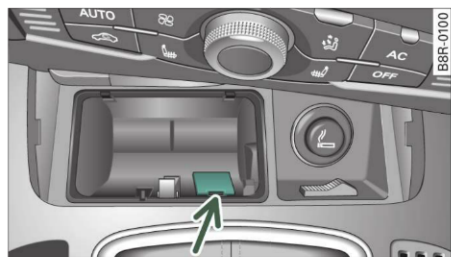

Fig. 147 Deblocarea de urgență a selectorului de viteze
- Apăsați cu o șurubelniță sau cu un alt obiect asemănător bolțul în jos și mențineți-l apăsat ⇒ fig. 147.